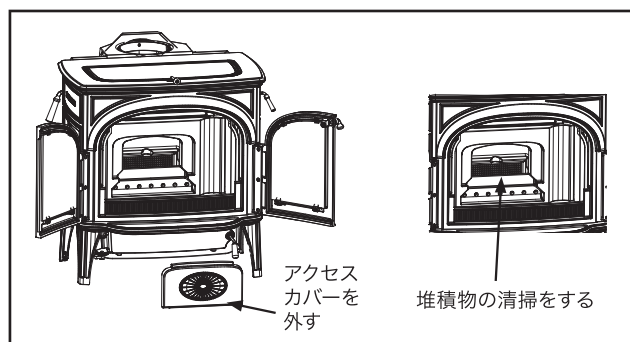

図3.7 二次燃焼室内に蓄積した灰を点検、清掃してください。
- ・ オプションの触媒を設置している場合は、触媒に溜まった灰を確認し、きれいに落とします。煙突の掃除と一緒にすると効率的です。二次燃焼室内を確認し、灰が溜まっていたら、掃除機で吸い取ります。（図3.7）